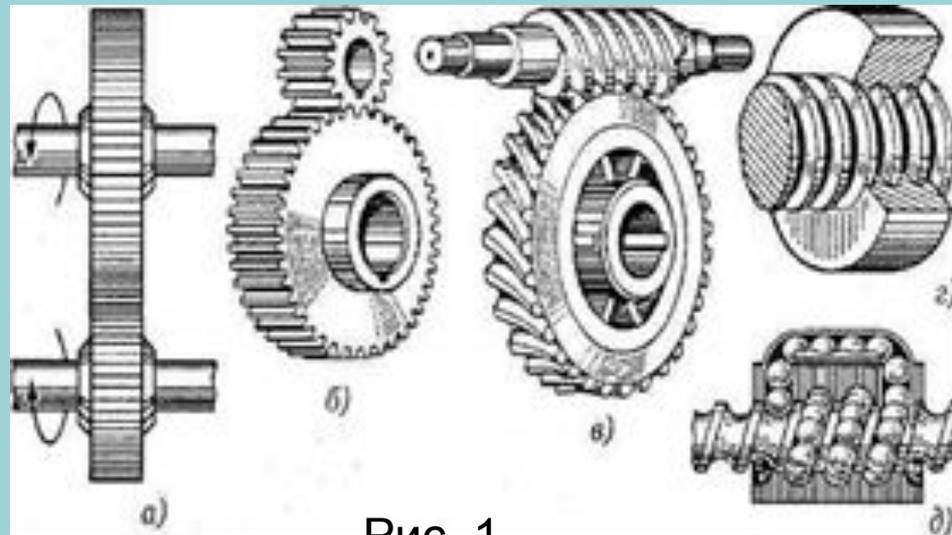
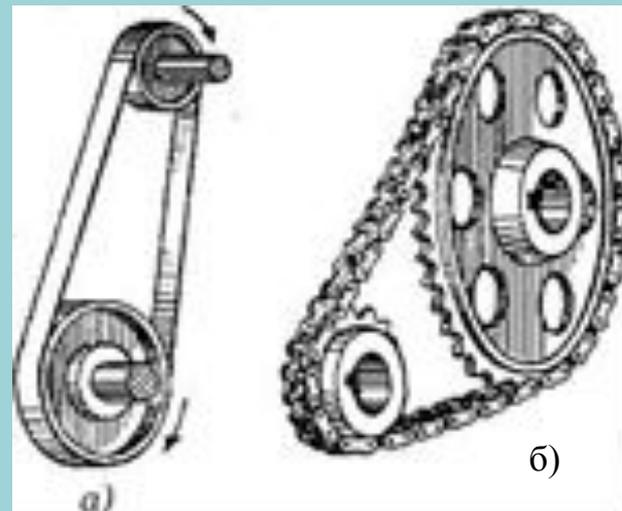

Рис. 1
Рис. 2
- передачи трением (фрикционная — рис.1, а и ременная — рис.2, а);
- зацеплением (зубчатые — рис.1, б, червячные — рис.1, в; цепные — рис.2, б; передачи винт-гайка — рис.1, г, д);
- передачи с непосредственным контактом тел вращения (фрикционные, зубчатые, червячные, передачи винт-гайка — см. рис.1);
- передачи с гибкой связью (ременная, цепная — см. рис.2).
**Ременная передача** относится к передачам трением с гибкой связью и может применяться для передачи движения между валами, находящимися на значительном расстоянии один от другого. Она состоит (рис.1) из двух шкивов (ведущего, ведомого) и охватывающего их ремня.